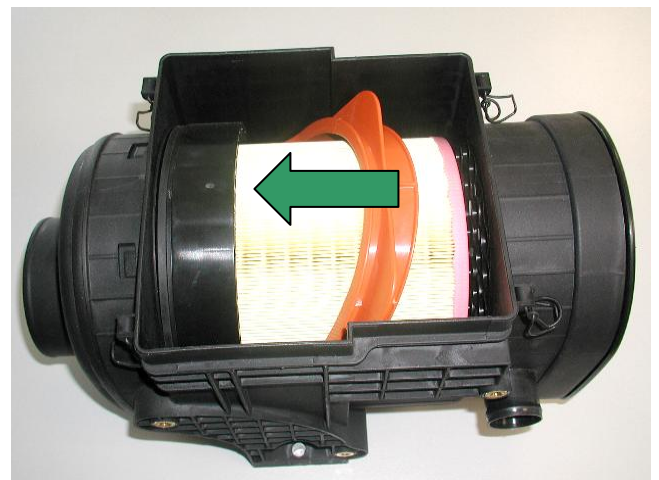

Fig. 4 Déverrouiller le cadre de l'élément principal
- Rabattre l'étrier de serrage rouge dans le sens « Unlock » (voir Fig. 4).
- Extraire le cadre (pos. 11) en même temps que l'élément principal (pos. 2).